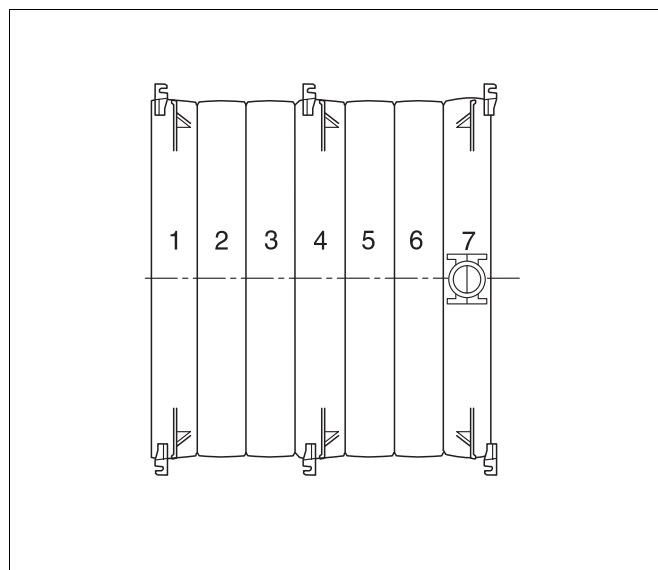
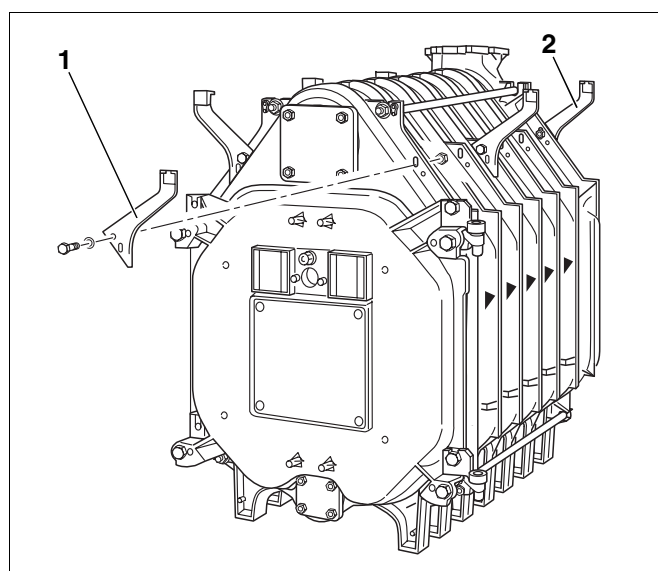

Fig. 34 Set fra oven, kedelblok (7 elementer) med konsoller
Fig. 35 Montering af konsoller
- Skru konsollerne til kedelkappen løst på de øverste ribber i venstre og højre side på kedeelementerne som beskrevet i nedenstående tabel samt på Fig. 34 og Fig. 35.
Konsollerne på forelementet og på mellemelementerne (Fig. 35, pos. 1) skal altid skrues på kedeelementernes ribber forfra. Konsollerne på bagelementet (Fig. 35, pos. 2) skal skrues på bagelementets ribber bagfra.